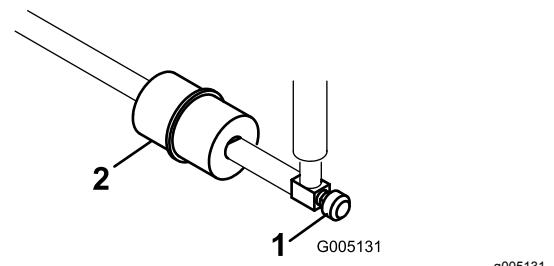

Figure 33
Le filtre à carburant en ligne se trouve dans la conduite d'alimentation, entre le réservoir de carburant et le carburateur (Figure 33).
1. Fermez le robinet d'arrivée de carburant (Figure 33).
2. Placez un bac de vidange sous le filtre, desserrez le collier sur le côté carburateur du filtre, et débranchez la conduite de carburant du filtre (Figure 33).
3. Desserrez l'autre collier et déposez le filtre (Figure 33).